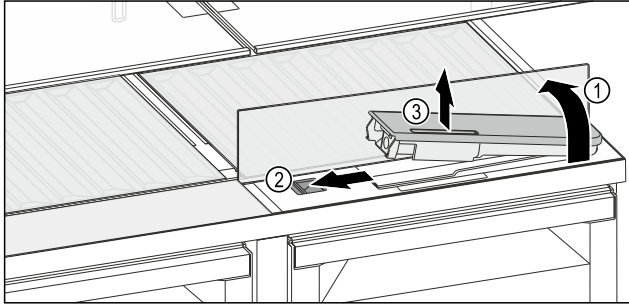

Fig. 129
- ▶ Поднять стеклянную панель и откинуть до упора назад Fig. 129 (1).
- ▶ Сдвиньте ползунок Fig. 129 (2) влево.
- ▶ Вынуть бак для воды Fig. 129 (3).